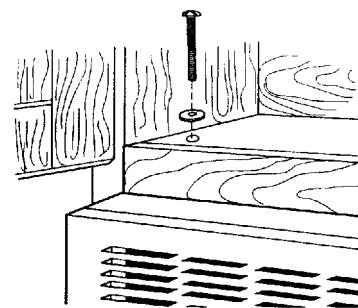

Figura 32
4. Coloque las arandelas sobre dos pernos de 1/4" x 3". A continuación, inserte un perno hacia abajo en cada orificio en la parte inferior del gabinete superior. Apriete los pernos hasta que no quede espacio entre el gabinete superior y el horno de microondas. Vea la figura 32.